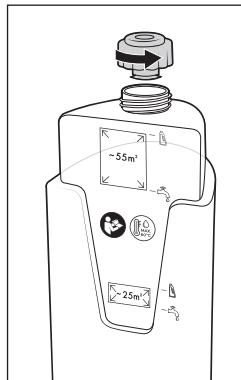

Fig. 7
- ◆ Rotiți rezervorul de apă curată ⑪ și deșurubați capacul (a se vedea fig. 7).